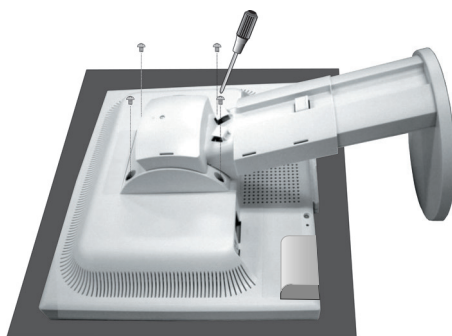

Figura R.3
4. Retire los 4 tornillos que unen el monitor al soporte y retire el soporte (**figura R.3**). El monitor ya está preparado para montarlo de otro modo.